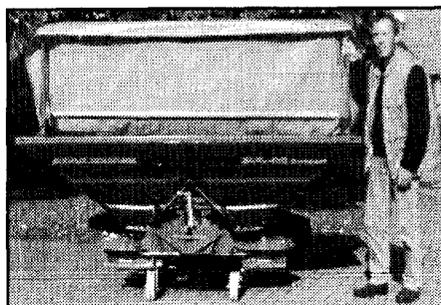

Рис. 10.13
10.9.1 ЗАЩИТНЫЙ ПОВОРОТНЫЙ ТЕНТ “N” ДЛЯ ZA-M Compact и ZA-M MAX (Рис. 10.13), Номер заказа: 174 400